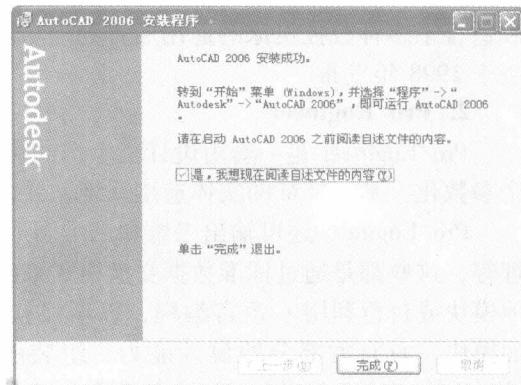

图 1-14 “安装成功”对话框
12) 安装完成后，显示“安装成功”对话框，如图 1-14 所示，单击“完成”按钮。